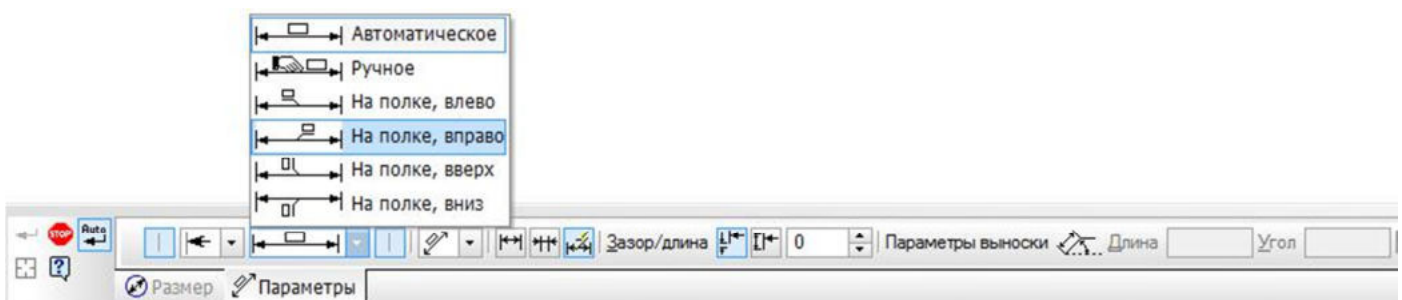

Рис. 16. Вкладка **Параметры**
- ☐ на вкладке **Параметры** панели **Свойств** в поле **Размещение текста** установите **На полке вправо** (рис. 16);